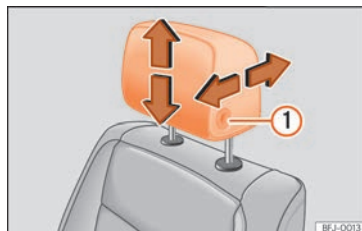

Abb. 103 Vordersitz: Kopfstützeinstellung. »
- Schieben Sie die Kopfstützen in die entsprechende Pfeilrichtung nach unten oder oben. Um die vorderen Kopfstützen nach oben oder nach unten zu schieben, muss die Taste »» **Abb. 103** ① gedrückt werden; bei den hinteren Kopfstützen muss die Taste »» **Abb. 104** ① nur zum Absenken gedrückt
- Schieben Sie die Kopfstütze bei gedrückter Taste »» **Abb. 103** ① in der entsprechenden Pfeilrichtung nach vorn oder hinten.